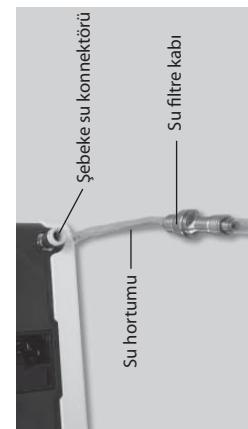

Fig.5
- 2) Su hortumunun filtreli tarafını kontrol ünitelerinin üzerindeki şebekede su konnektörüne derinçe iterek takınız. (Fig. 5).